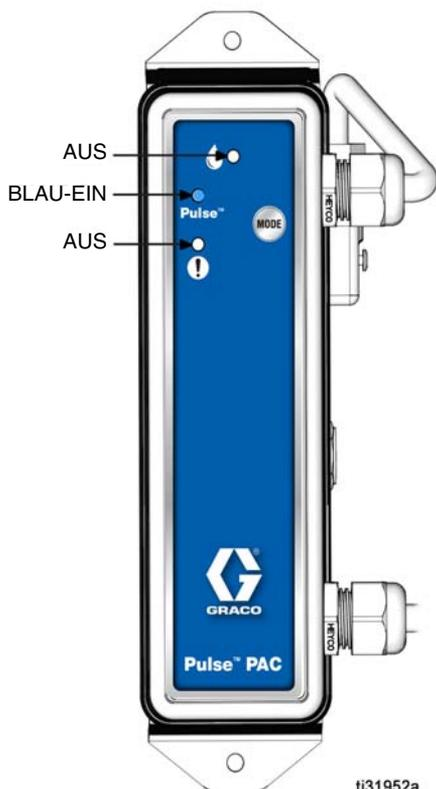
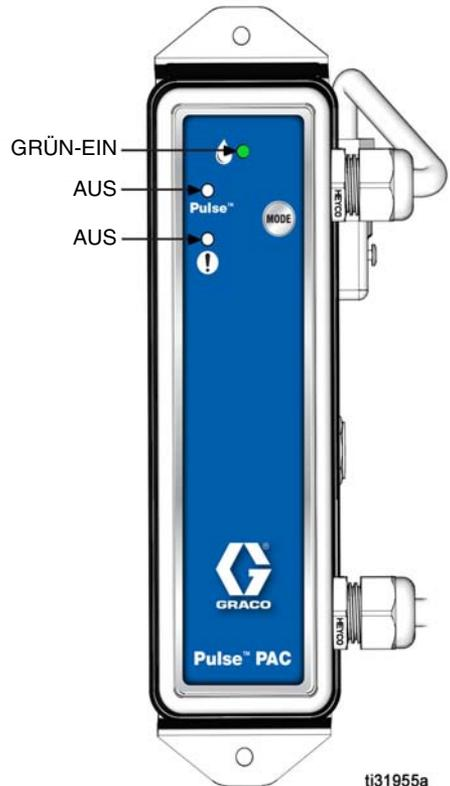
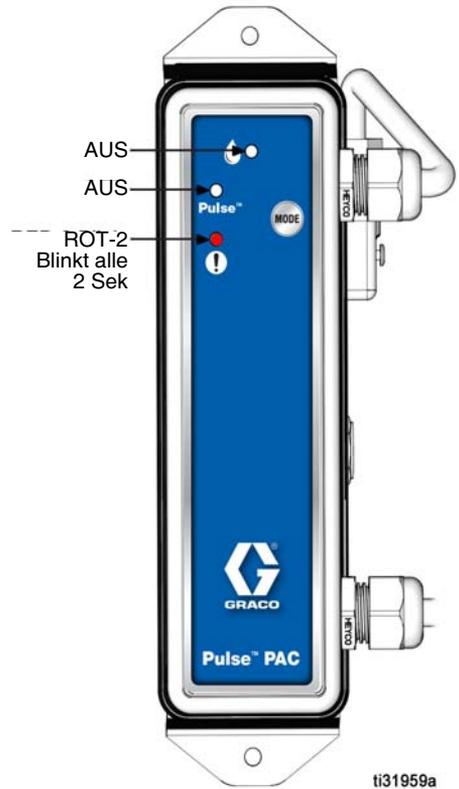

ABB. 16
ABB. 19
ABB. 23
HINWEIS: Siehe **Pulse-Modus, Keine Fehler** (ABB. 16, Seite 12) und **Work Off Line Modus, Keine Fehler**, ABB. 19, Seite 13).
- Im Pulse-Modus (bevorzugt) (ABB. 16) arbeitet die Pumpe nur, wenn sie ein Autorisierung von der Pulse-Software empfängt.
- Der Modus Work Off Line (ABB. 19) schaltet die Luftversorgung der Pumpe ein, sodass die Pumpe ohne Autorisierung von Pulse eingeschaltet werden kann.
Die LEDs an der PLS leuchten und/oder blinken zur Anzeige des Status- oder Fehlercodes der PLS. Siehe ABB. 16 - ABB. 23 zur Bestimmung des PLS-Status.